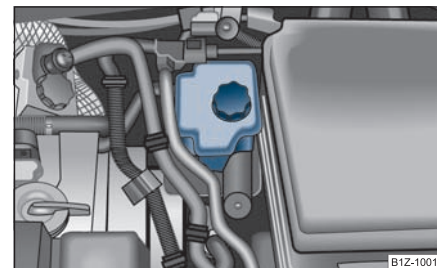

Fig. 213 Vano motor: Depósito del líquido de frenos
- Verifique el nivel de líquido de frenos en el depósito ⇒ fig. 213. El nivel debe encontrarse entre las marcas “MIN” y “MAX”.